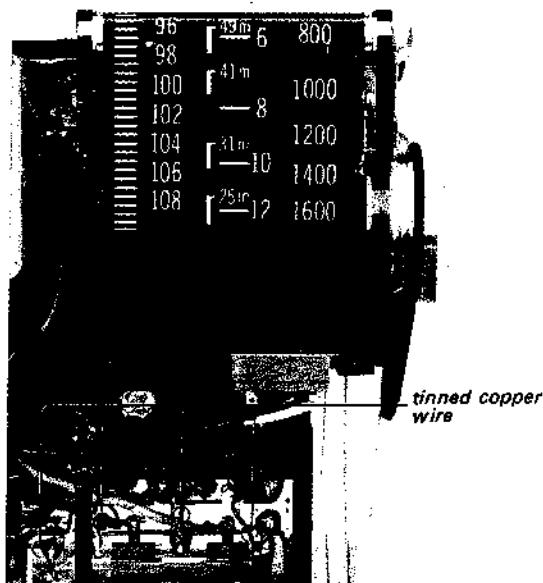

Fig. 1-6.
3. Unsolder the four wires shown in Fig. 1-6.